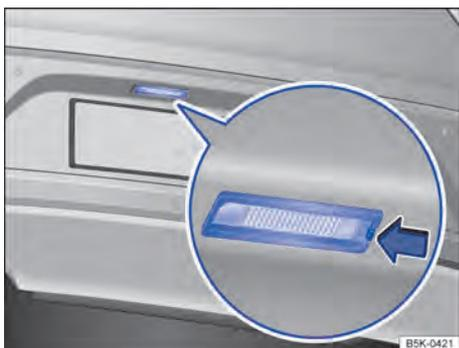

Fig. 223 No para-choque traseiro: lanterna da placa de licença.
2.	Pressionar a lingueta da lanterna da placa de licença no sentido da seta ⇒ Fig. 223.